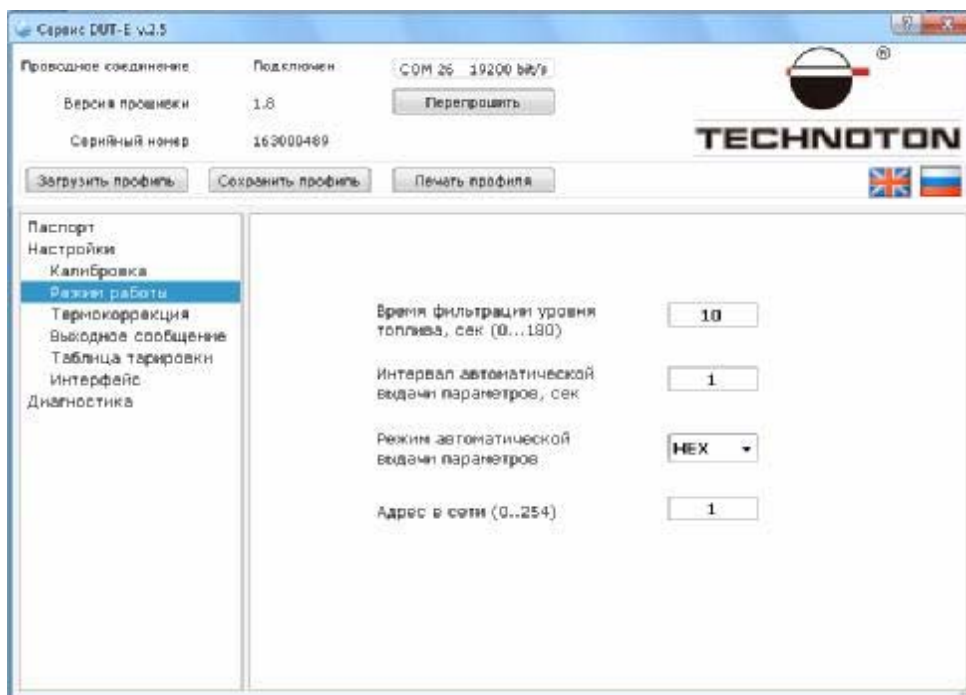

Рис. 8 Окно «Режим работы» программы Сервис DUT-E
- режим выдачи данных (по умолчанию HEX) Рис. 8.